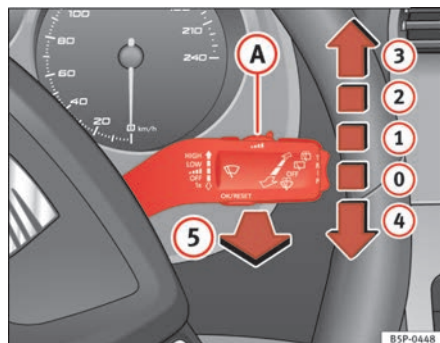

Abb. 84 Scheibenwischer- und Scheibenwascherhebel
Der Scheibenwischerhebel ⇒ Abb. 84 hat folgende Stellungen:
• Wenn bei eingeschalteter Wischerstufe **②** ⇒ Seite 127, Abb. 84 oder **③** das Fahrzeug anhält, wird automatisch auf die nächste Stufe heruntergeschaltet. Führt das Fahrzeug wieder an, wird erneut auf die eingestellte Wischerstufe hochgeschaltet.